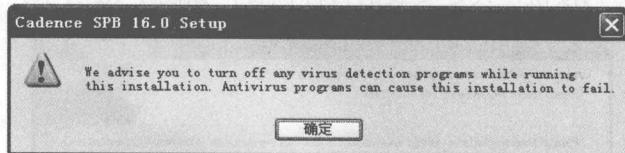

图1-14 提示信息
- (10) 单击 **是(Y)** 按钮, 安装产品, 出现如图 1-14 所示的提示信息, 其建议在安装之前关闭杀毒软件。